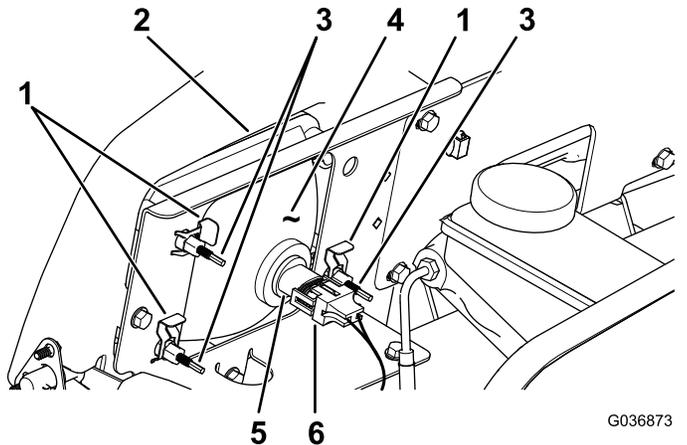

Figura 43
3. Desligue o conector elétrico para a cablagem do conector do conjunto da lâmpada (Figura 43).
4. Retire os cliques de retenção que fixam o farol ao respetivo suporte (Figura 43).
5. Retire o conjunto do farol movendo-o para a frente através da abertura no para-choques dianteiro (Figura 43).
6. Instale o novo farol através da abertura no para-choques (Figura 43).
8. Ligue o conector elétrico para a cablagem ao conector do conjunto da lâmpada (Figura 43).
2. Na parte traseira do conjunto de faróis, rode os parafusos de ajuste (Figura 43) para inclinar o conjunto dos faróis e alinhar a posição do feixe.